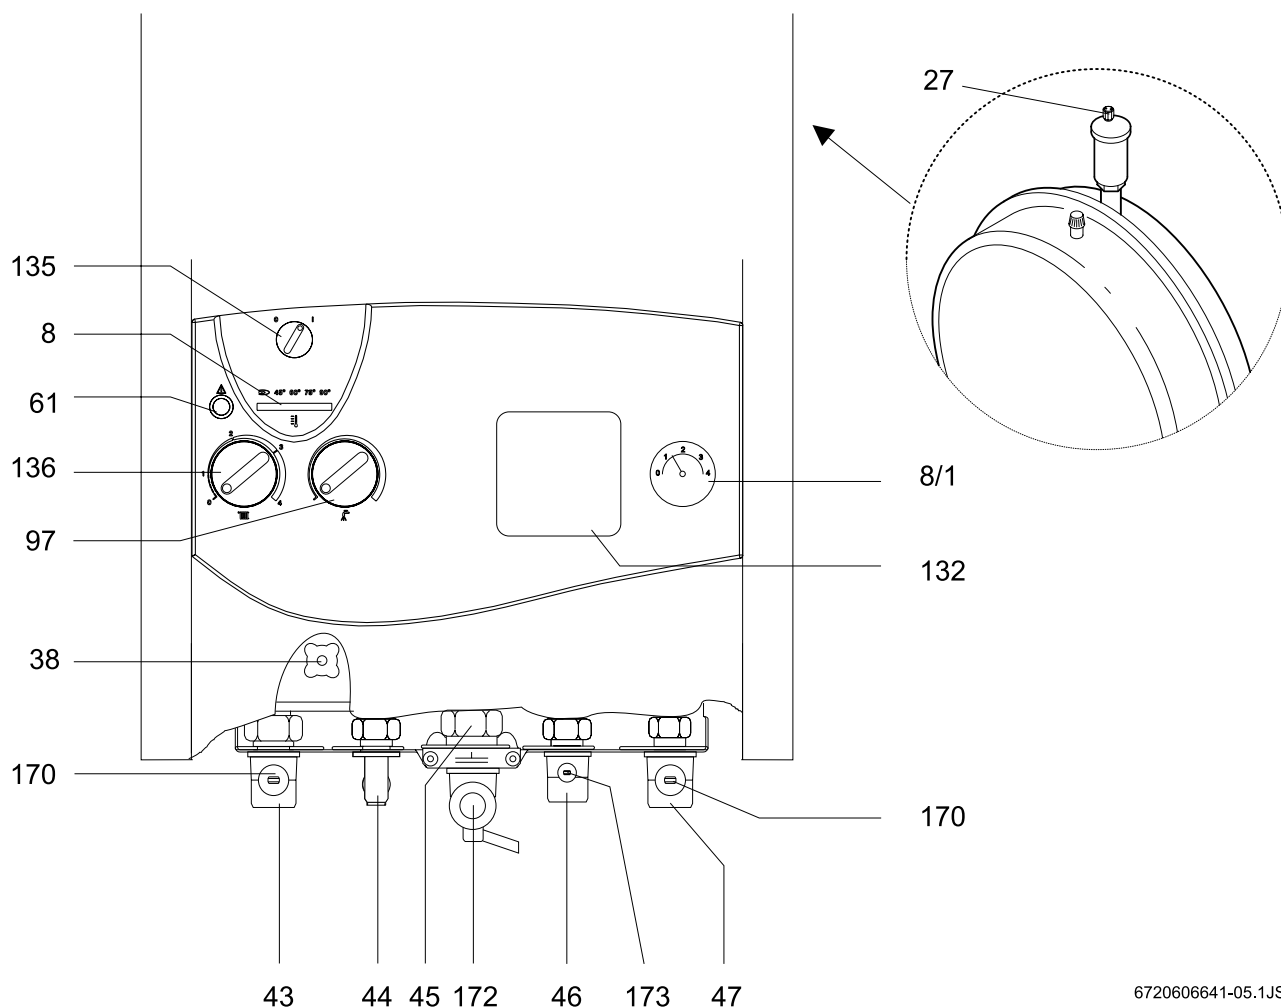

Fig. 14
La temperatura dell'acqua calda sanitaria può essere regolata, da circa 40 °C a 60 °C, presso il selettore della temperatura acqua calda sanitaria  (Fig. 14, pos. 97).